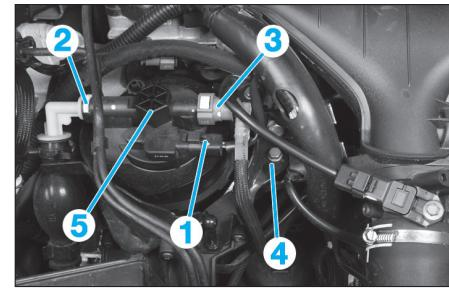

Fig. 37
- le connecteur de réchauffeur de carburant (1) (**Fig.37**),
- la canéalisation d'arrivée de carburant (2),
- la canéalisation de sortie vers la pompe haute pression (3).
- Déposer les 4 vis de fixation de la tôle supérieure (4) et la déposer.
- Dévisser le couvercle à l'aide d'une clé appropriée sur l'emprunte centrale (5).